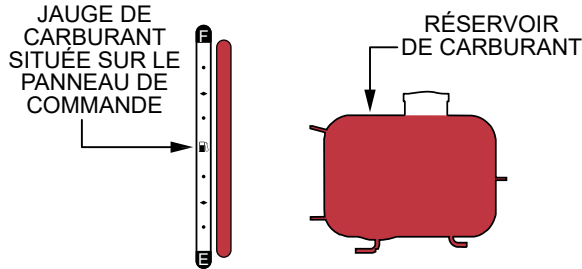

Figure 19. Réservoir de carburant plein
1. **NE JAMAIS remplir excessivement le réservoir de carburant** — Il est important de respecter la **jauge de carburant** (Figure 19) pendant le remplissage du réservoir de carburant. **N'ATTENDEZ PAS** que le carburant remonte dans le goulot de remplissage.